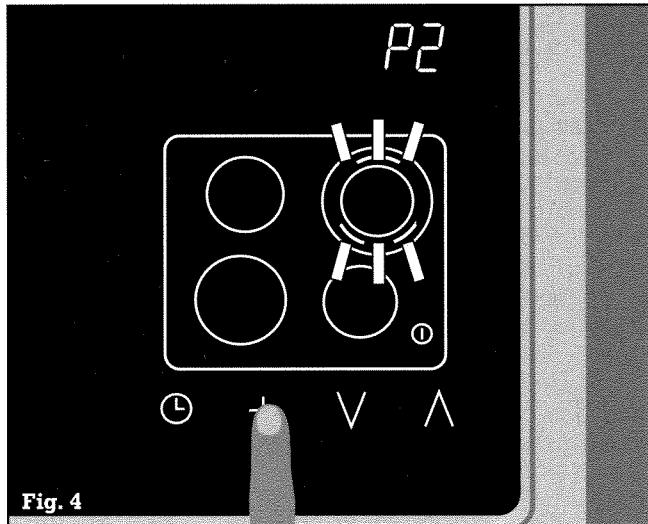

Fig. 4
- ... effleurez le symbole +. **P2** s'allume sur l'afficheur de la minuterie. Le symbole d'extension de zone Ⓜ clignote sur l'afficheur de la zone de cuisson 3 (arrière droite) (fig. 4).